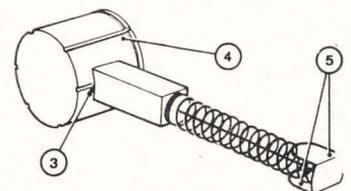

Fig. 58. — Orientation des balais.
- Mettre en place deux balais neufs en les orientant de façon que la partie usinée (3, fig. 58) des balais soit en appui sur le collecteur 4 et que les joues 5 pénètrent à l'intérieur du porte-balais.